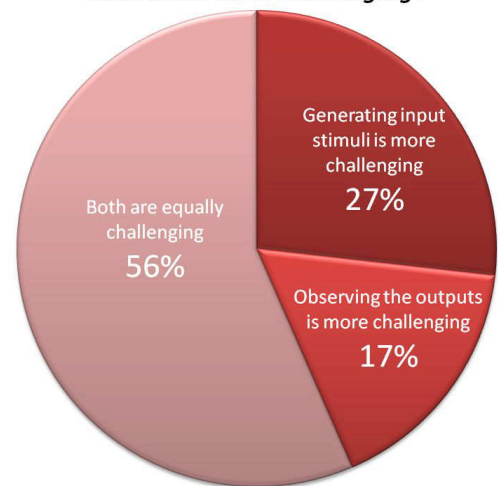

Figure 2: 2009 survey results (excerpt 2)
-総回答者の83%以上は、スティミュラスの生成が少なくとも‘システム応答観察に必要なこと’を言明します。それがIP、FPGA、ASIC、SoCまたはフル・組込みシステムテストに関わるかどうかにかかわらず、図は、道理にかなって同じです(平均の見解を提供するfigure 2参照)。